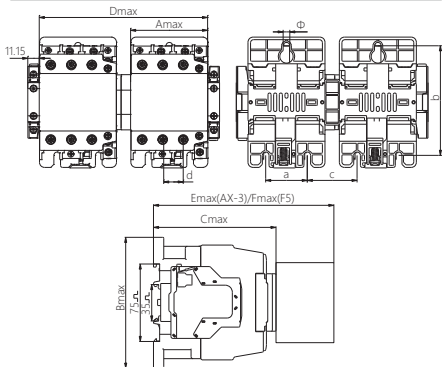

图2 NC7-4011(N)~9511(N)系列交流接触器外形与安装示意
2.2 NC7-4011(N)~9511(N)系列交流接触器安装尺寸与外形尺寸，见图2及表3，型号规格重量见箱贴。